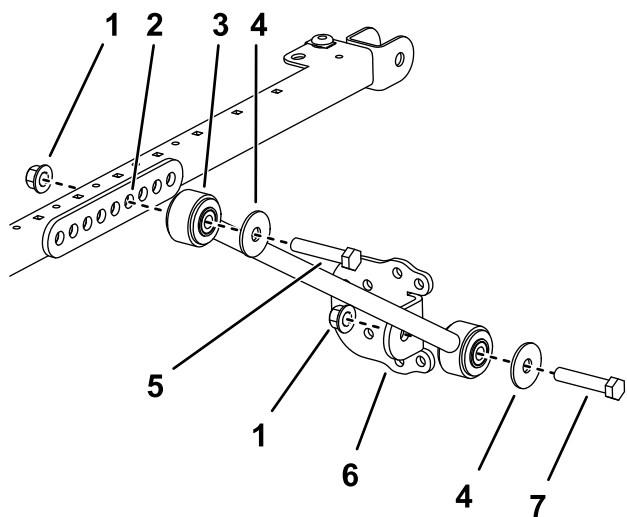

Рисунок 45
- С каждой стороны рамы солнцезащитного навеса прикрепите, не затягивая, удлинительное звено к четвертому отверстию кронштейна подпорки с помощью 2 болтов ($\frac{1}{2}$ x $2\frac{3}{4}$ дюйма) и 2 фланцевых гаек ($\frac{1}{2}$ дюйма), как показано на рис. **Рисунок 45**.
6. Прикрепите, не затягивая, кронштейн подпорки к каждой подпорке с помощью болта (½ x 2½ дюйма), шайбы (½ дюйма) и фланцевой гайки (½ дюйма), как показано на Рисунок 45.